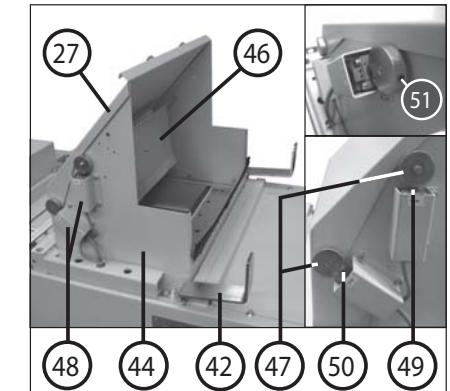

Abb. 5
MONTAGE DES TRICHTERS (44) (Abb. 5):
- Die Transportsicherung (Binder) an der Außentosklappe (31) lösen und die Klappe nach unten schwenken.
- Den Trichter (44) aus dem Pressraum nehmen, wie gezeigt, über der Einfüllöffnung platzieren und mit Hilfe der 7 Innensechskantschrauben M6x12 von innen her an der Presse befestigen.
- Beide Schalterabdeckungen (48) abmontieren. Den Endschalter S8 (49) mit 2 Schrauben M4x40 und Muttern M4 unterhalb des Schaltknockens der Schaltklappe (47) befestigen. Gewindestift (51) lösen (Inbusschlüssel 2,5mm), Nocken in Position drehen und Gewindestift wieder festziehen.
- 44 = Trichter (Abb. 5)
- 46 = Schaltklappe (Abb. 5)
- 47 = Schaltnocken (Abb. 5)
- 48 = Schalterabdeckung (Abb. 5)
- 49 = Endschalter S8 (Abb. 5)
- 50 = Endschalter S9 (Abb. 5)
- 51 = Gewindestift (Abb. 5)